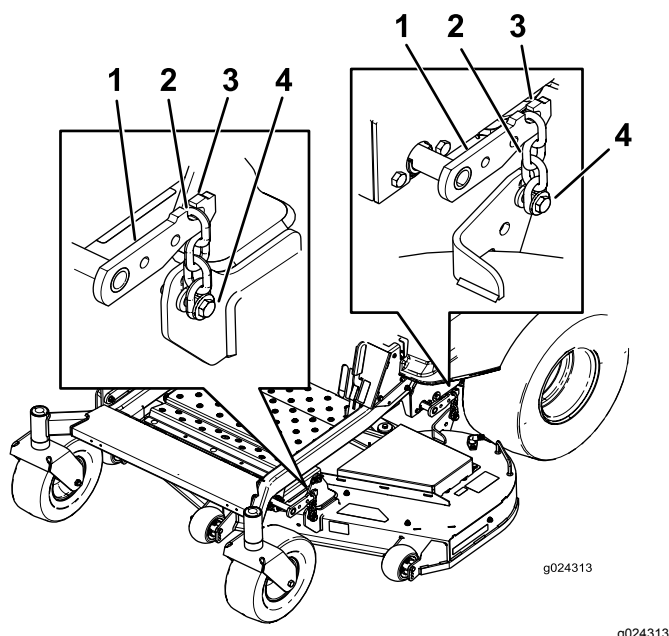

Figura 76
- Retire as correntes dos ganchos nos braços de elevação da plataforma (Figura 76).
6. Eleve a traseira da plataforma do cortador e instale as correntes nos braços de elevação traseiros (Figura 76).
7. Instale as correntes frontais nos braços de elevação frontais (Figura 76).